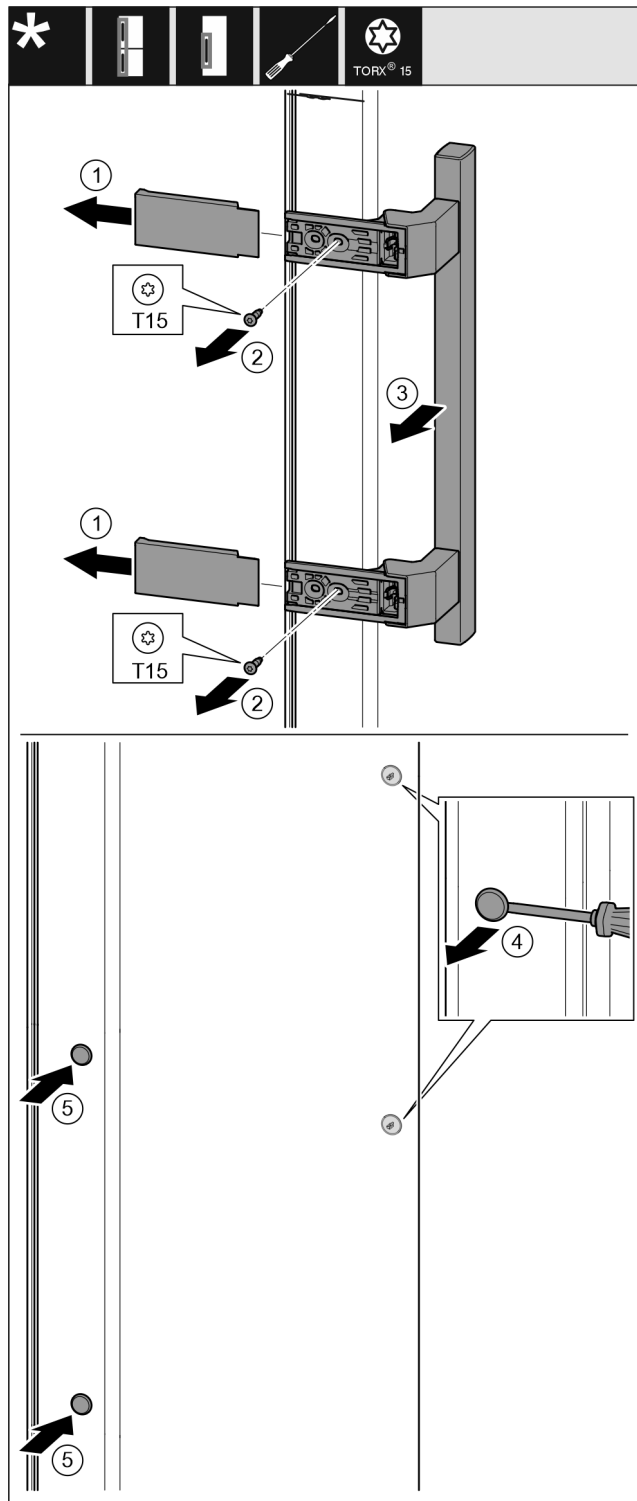

Fig. 16
- ▶ Rimuovere la copertura. Fig. 16 (1)
- ▶ Svitare le viti con il cacciavite T15. Fig. 16 (2)
- ▶ Rimuovere la maniglia. Fig. 16 (3)
- ▶ Con un cacciavite a testa a intaglio sollevare con cautela i tappi laterali ed estrarli. Fig. 16 (4)
- ▶ Inserire nuovamente i tappi sull'altro lato. Fig. 16 (5)